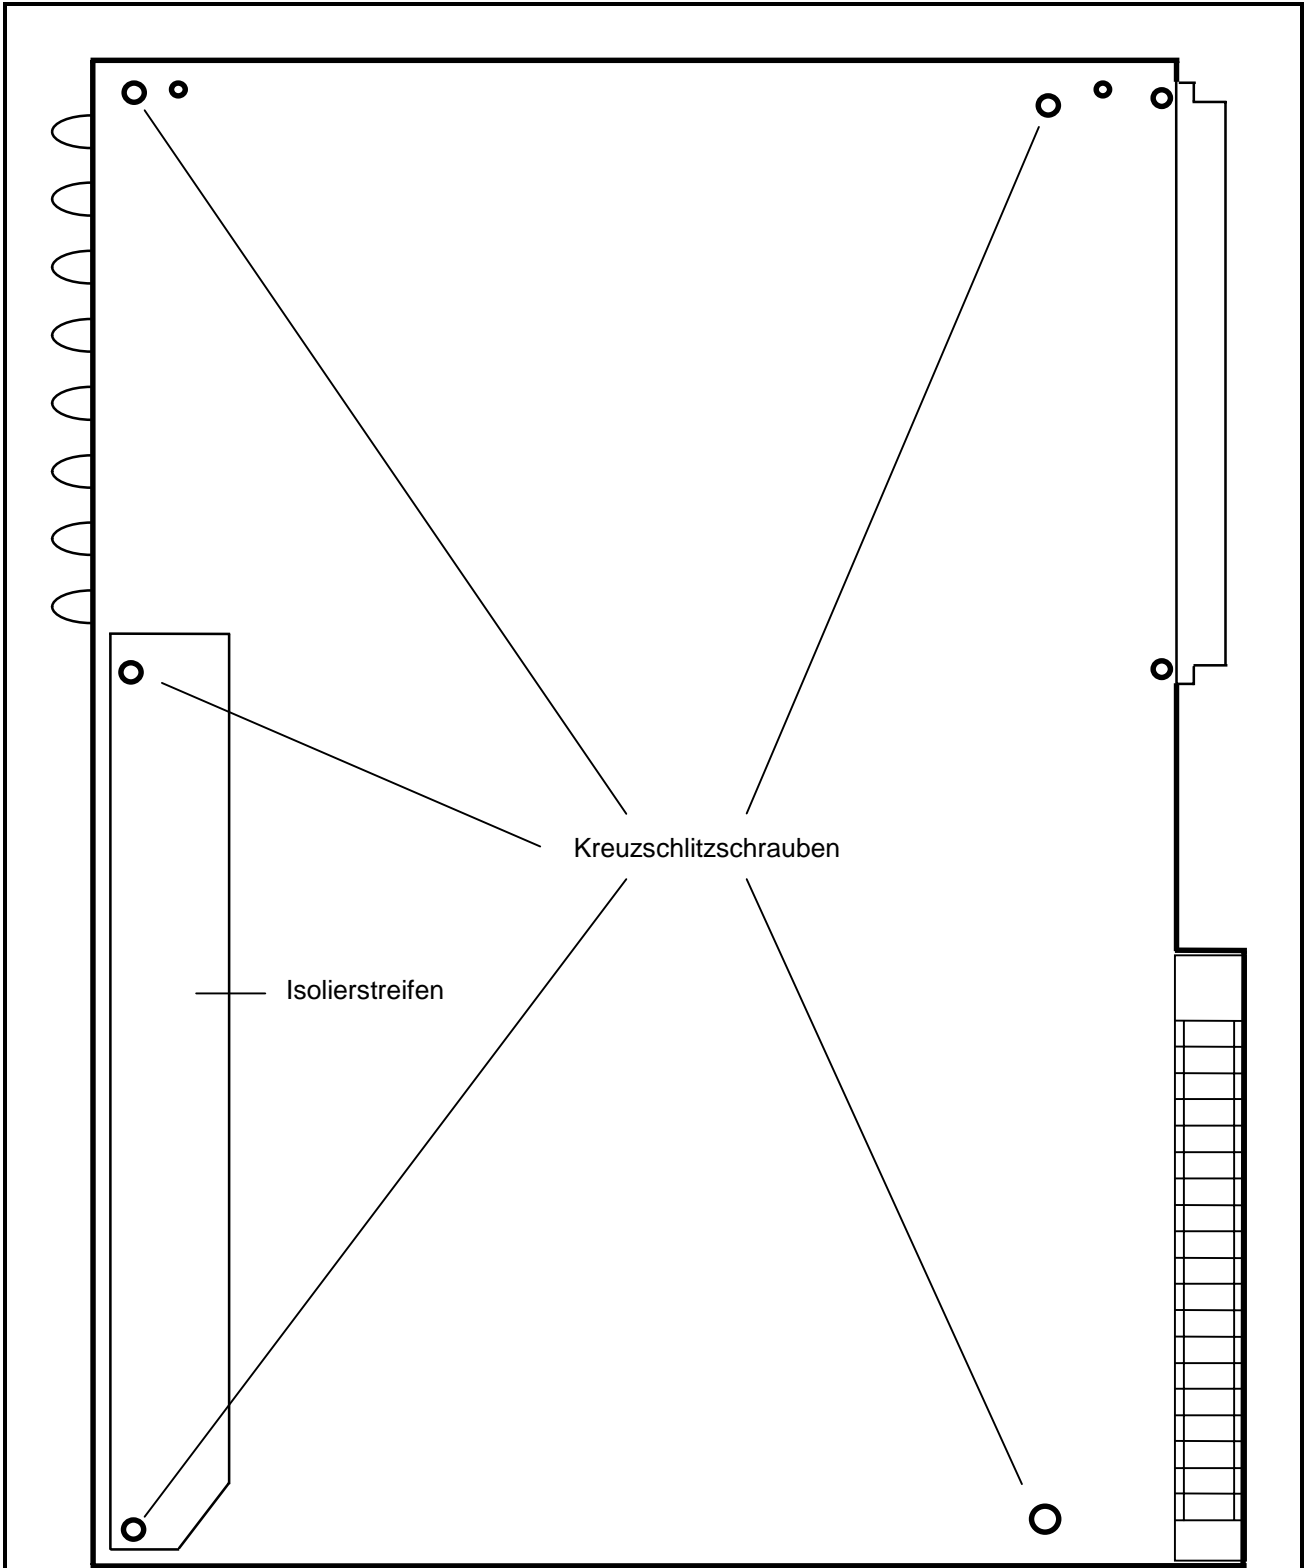

Bild1: KSP1-Leiterplatte, Rückseite mit Befestigungsschrauben
15. Anschließend die Leiterplatte mit den 5 Kreuzschlitzschrauben und dem Isolierstreifen (siehe Bild 1, Seite 6) wieder am Kompaktblock befestigen.